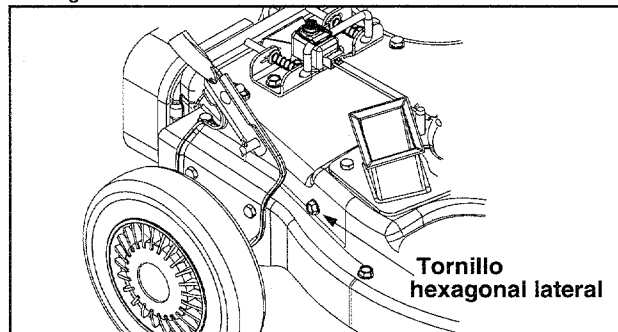

Figura 13
- **Ruedas** - Una vez en la temporada, colocar unas pocas gotas de aceite SAE 30 en cada tornillo de reborde. Ver la figura 13.
3. En el lado derecho de la máquina, quitar el tornillo hexagonal que sujeta la rejilla de flagelos. Ver la figura 13.